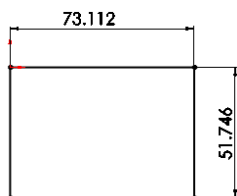

图 1-43 完全定义后的草图
⑦为矩形标注尺寸操作如下：
(1) 单击[草绘]控制面板上的[智能标注]按钮，或者选择[工具] | [标注尺寸] | [智能尺寸] 命令。此时鼠标指针变为形状。
(2) 单击矩形的顶边，然后单击放置尺寸的位置。右侧的竖直边线由蓝色变成黑色。通过标注矩形顶边的长度，将最右侧线段的位置完全定义了，但仍可以上下拖动顶边。顶边为蓝色，表示其仍处于欠定义状态。
(3) 单击矩形的右侧边, 然后单击以放置尺寸。顶边和其余顶点均变为黑色。窗口右下角的状态栏显示草图已经完全定义, 如图 1-43 所示。